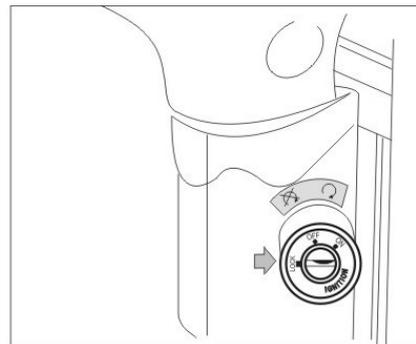

Fig. 6
**Bloccare il manubrio:** girare prima il manubrio completamente a sinistra e poi girare la chiave in senso antiorario per bloccare la posizione. Estrarre la chiave dopo aver effettuato il bloccaggio (Fig. 6).